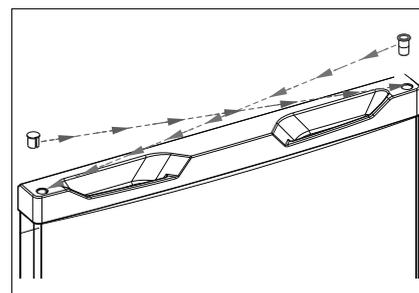

Abb. 9
- ▶ Setzen Sie den Blindstopfen in die Bohrung auf der rechten Seite (Abb. 9)